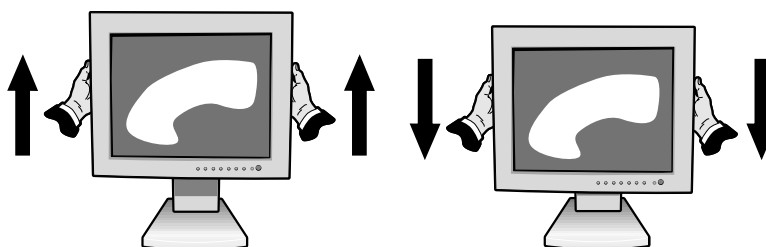

Figure RL.1
Il est possible de lever ou de baisser le moniteur en mode Portrait ou Paysage. Pour lever ou baissez l'écran, placez les mains de chaque côté du moniteur et soulevez ou abaissez à la taille désirée (Figure RL.1).
Avant de le tourner l'écran, celui-ci doit être soulevé à sa hauteur maximale afin d'éviter qu'il ne heurte la table ou que vous ne vous coinciez les doigts. Pour lever l'écran, placez les mains de chaque côté du moniteur et soulevez jusqu'à la position la plus élevée (Figure RL.1).
2. Placez les mains de chaque côté de moniteur et soulevez jusqu'à la position la plus élevée (Figure RL.1).